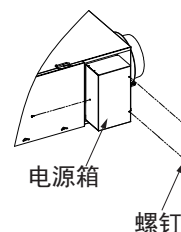

图2
②打开电源箱盖。(图2)
- (1) 取下电源箱盖上的螺钉。
- (2) 取下电源箱盖。